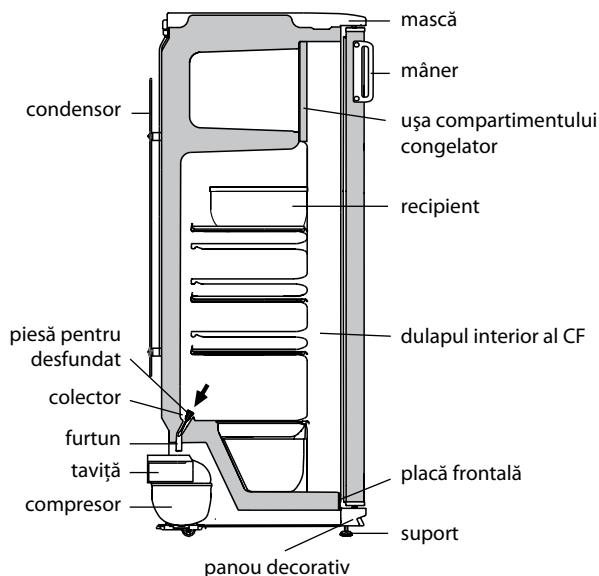

Figura 4 – Schema scurgerii apei rezultate în urma topirii din CF
2.2.1 În CF se folosește un sistem automat de dezghețare. Bruma, care apare pe perețele din spate al CF, după deconectarea compresorului care lucrează în ciclu, se topește și se transformă în picături de apă. Picăturile de apă rezultată în urma topirii se scurg în colector, apoi prin gaura acestuia și prin furtun – în tavița de pe compresor, în conformitate cu figura 4 și se evaporă. Gaura colectorului este dotată cu o piesă pentru prevenirea înfundării sistemului de drenaj.
Prezența apei în colector indică înfundarea sistemului de drenaj. Pentru eliminarea înfundării folosiți piesa corespunzătoare și curățați gaura colectorului, astfel ca apa să se scurgă liber în taviță, apoi spălați piesa și instalați-o în conformitate cu figura 4.
SE INTERZICE să utilizați frigiderul cu sistemul de scurgere înfundat. Apa care a apărut pe fundul CF sau care a ajuns în locul de alăturare a plăcii frontale și a dulapului interior al CF, în conformitate cu figura 4, poate provoca coroziunea dulapului exterior al frigiderului și elementelor agregatului frigorific, defectarea izolației termice, formarea crăpăturilor dulapului interior și defecțiunea frigiderului.
- să lăsați ușa frigiderului și ușa compartimentului congelator deschise. Pe raftul CF sub compartimentul congelator puneți un vas recipient pentru colectarea apei rezultate în urma topirii (de exemplu, sertarul pentru legume și fructe), în conformitate cu figura 4;